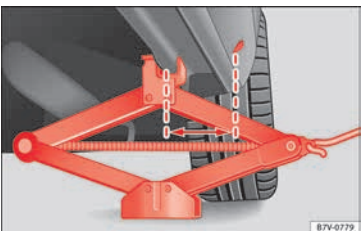

Fig. 71 Gato colocado en la parte trasera izquierda del vehículo.
»» **fig. 71.** Utilice en cada caso el punto de apoyo respectivo de la rueda a cambiar »» .
» **fig. 71.**
- Coloque el gato únicamente en los lugares descritos. La garra del gato debe quedar asegurada, abarcando el nervio del refuerzo de los bajos » fig. 71.